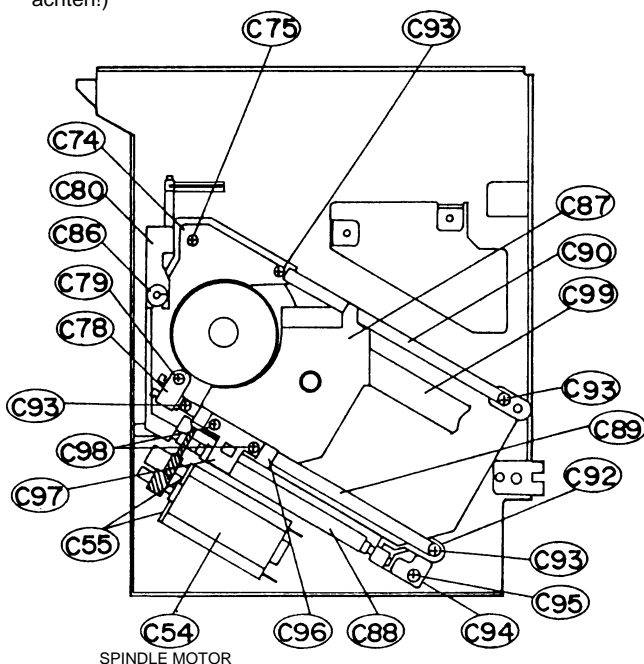

Fig. 8
- 4 Schrauben C93 herausdrehen (Fig. 8).
- Schraube C79 herausdrehen und Schalter C78 abnehmen (Fig. 8).
- Undo 4 screws C93 (Fig. 8).
- Undo the screw C79 and take off the switch C78 (Fig. 8).